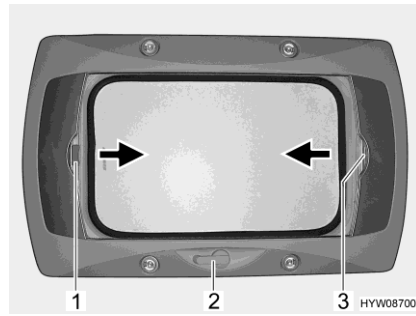

Fig. 83 Oblò a manovella
- Ruotare la manovella (Fig. 83,2) fino a quando non si incontra resistenza.
- Tirare la tendina oscurante pieghevole per la maniglia (Fig. 83,3) nella direzione della freccia fino alla posizione desiderata e rilasciare. La tendina oscurante pieghevole rimane in questa posizione.
- Tirare la zanzariera a rullo per la maniglia (Fig. 83,1) nella direzione della freccia verso la maniglia contrapposta della tendina oscurante pieghevole (Fig. 83,3) e farla innestare.
- Tirare la maniglia della zanzariera a rullo (Fig. 83,1) dietro, verso l'alto, e sganciare la zanzariera a rullo dalla tendina oscurante pieghevole (Fig. 83,3).